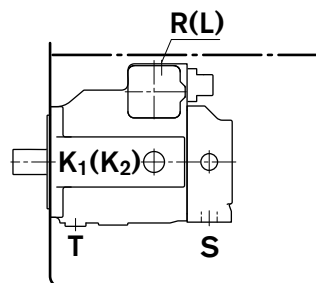

图 3
a) 当最低油位等于或高于泵的上边缘时：壳体泄油口和吸油口 »S« 打开（请参见图 3）。